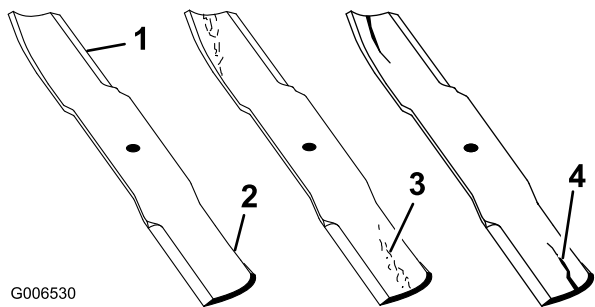

Рисунок 100
2. Осторожно проверьте режущие кромки ножей, особенно в точке соединения плоской и криволинейной части ножа (Рисунок 100). Проверяйте ножи перед эксплуатацией газонокосилки, поскольку песок и абразивный материал могут стачивать металл между плоской и криволинейной частями ножа. При обнаружении износа (Рисунок 100) замените нож.